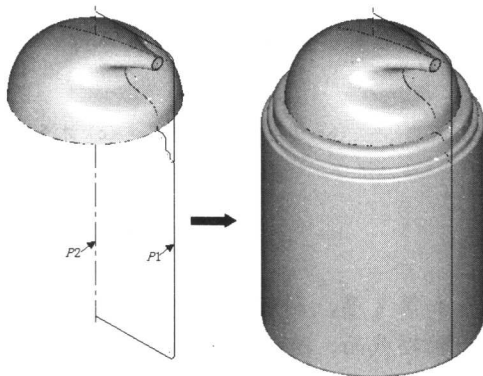

图1-9
2. 打开第 2 层, 利用旋转曲面命令【Create Revolved Surfaces】, 选择如图 1-9 所示旋转截面 $P1$ 和旋转中心轴 $P2$, 产生旋转曲面, 如图 1-9 所示。